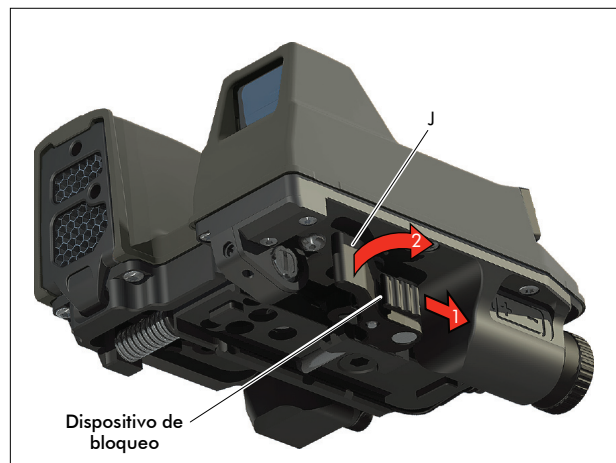

Fig. 3.a - Apertura de la palanca (J)
- Desplace el dispositivo de bloqueo hacia atrás para liberar la palanca (J) (vea Fig. 3.a).
- Abra la palanca (J) (consulte Fig. 3.a).
- Coloque la FN[®] FCU Mk3 en el riel superior del fusil (el saliente de la FN[®] FCU Mk3 entre los salientes 3 y 4 del riel superior) (consulte Fig. 3.b).
- Cierre la palanca (J) para bloquear la FN[®] FCU Mk3 en el riel. Asegúrese de que la pieza de agarre (H) se encuentra en posición correcta (consulte Fig. 3.b).
- Desplace el dispositivo de bloqueo hacia delante para fijar la palanca (J) en posición.